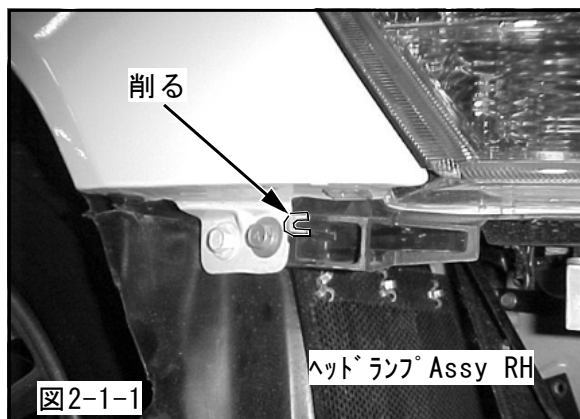

図2-1-1
(1) フロントヘッドランプAssy RHの図の箇所が、オイルクーラステーNo.1を取付けた際に干渉しないように削ってください。(図2-1-1)
(2) ボタンボルトM4, ナットM4, ワッシャM4用を使用して、エアガイドNo.1, エアガイドNo.2, エアガイドNo.3, エアガイドNo.4を組立ててください。